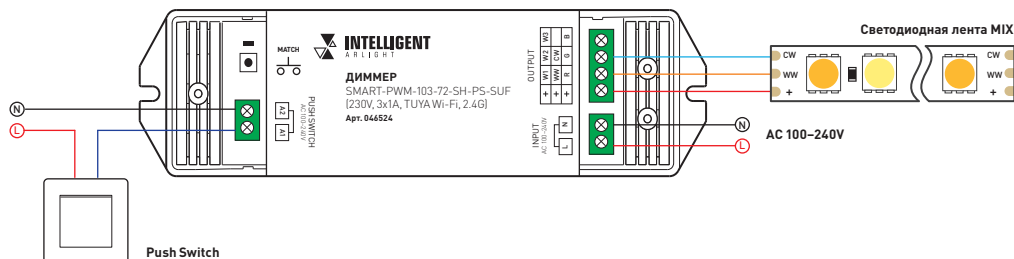

Рис. 2. Схема подключения диммера с высоковольтной мультибелой светодиодной лентой (MIX)
3.7. Все диммеры автоматически ретранслируют сигнал от пульта ДУ или панели управления (рис. 2). Расстояние между диммерами на открытом пространстве может достигать 30 м.